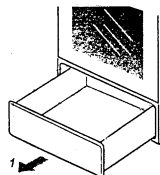

Рис. 10
7.5.2 Как выдвинуть ящик показано на рис. 10.